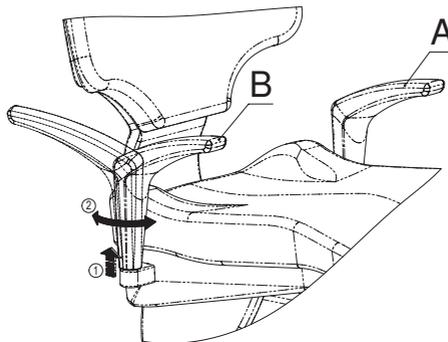

Fig. 20
Pour faire tourner l'accoudoir (B), il faut le tirer vers le haut (en le maintenant dans son logement) jusqu'à ce que le mécanisme giratoire se débloque et permette sa rotation jusqu'à atteindre sa limite maximale (fin de course), où il se bloquera à nouveau. Pour remettre l'accoudoir à sa position d'origine, il suffit de le soulever à nouveau et de le repousser vers l'intérieur, jusqu'à ce qu'il se bloque automatiquement (Fig. 20).